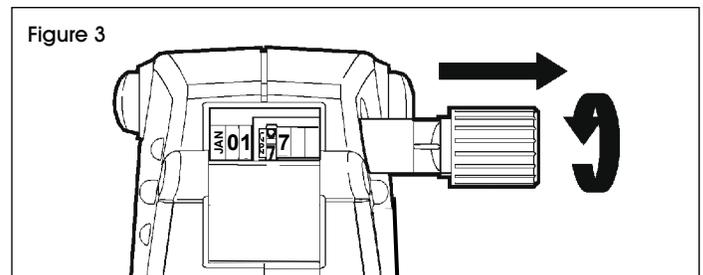

Figure 3
2. Tournez le bouton jusqu'à ce que le caractère voulu apparaisse noir sur fond blanc entre les indicateurs. Pour imprimer un blanc, choisissez l'espace vierge pour cette bande. (Voir Figure 3)